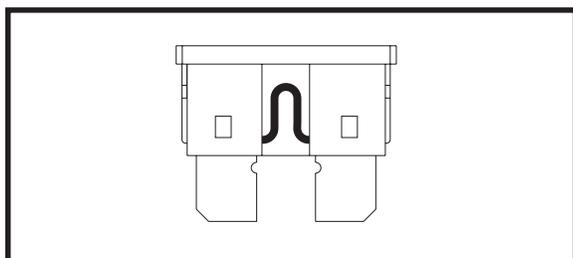

Figure 24. Fusible en bon état
2. Examinez-le pour vérifier s'il est brûlé. Voir les figures 24 et 24A.